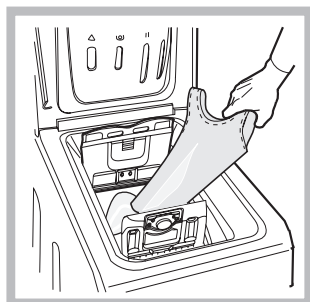

Fig. 3
C) INTRODUÇÃO DA ROUPA (Fig. 3)